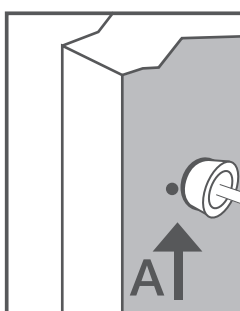

Figura 3
- 3 Con la Sierra Copa de 25 mm perforar el punto A hasta traspasar la puerta. (Figura 3)